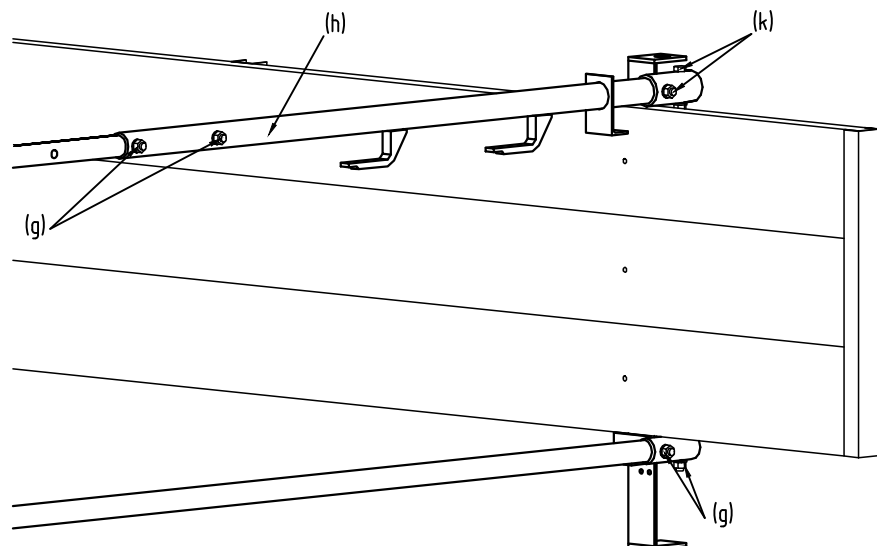

Abb. 6
- 6 Geländerholme (h) an obere Rohre und untere Rohre an Bühne mit je 2 Schrauben M16x80 (g) befestigen. Geländerholme (h) an Bühne mit je 2 Schrauben M16x100 (k) befestigen (s. Abb. 6).